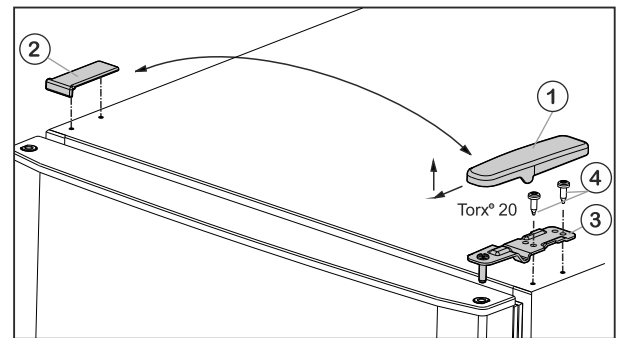

Fig. 6
- ▶ Skinite pokrov Fig. 6 (1) prema naprijed i gore.
- ▶ Podignite pokrov Fig. 6 (2).
- ▶ Odvijte gornji podložak ležaja Fig. 6 (3) 2 puta Torx® 20 Fig. 6 (4) i izvucite ga prema gore.
- ▶ Umetnite gornji podložak ležaja Fig. 6 (3) na novu stranu šarke u vrata.
- ▶ Čvrsto pritegnite gornji podložak ležaja (**s 4 Nm**) (2 x Torx® 20) Fig. 6 (4). Po potrebi upotrijebite odvijač na baterije.
- ▶ Pokrov Fig. 6 (1) postavite izvana na suprotnoj strani tako da se fiksira.
- ▶ Pokrov Fig. 6 (2) postavite odozgo na suprotnoj strani tako da se fiksira.